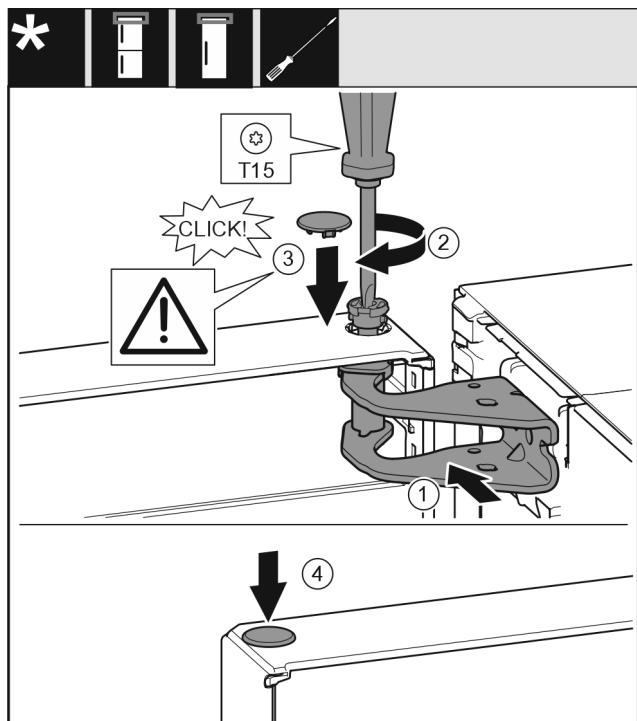

Fig. 22
- Регулирайте вратата горе спрямо отвора в лагерната стойка. Fig. 22 (1)
- Поставете болта и затегнете здраво с отвертка T15. Fig. 22 (2)
- Монтаж на предпазния капак за осигуряване на вратата: Поставете предпазния капак и проверете дали той е допрян до вратата. В противен случай поставете изцяло болта. Fig. 22 (3)
- Поставете тапата. Fig. 22 (4)